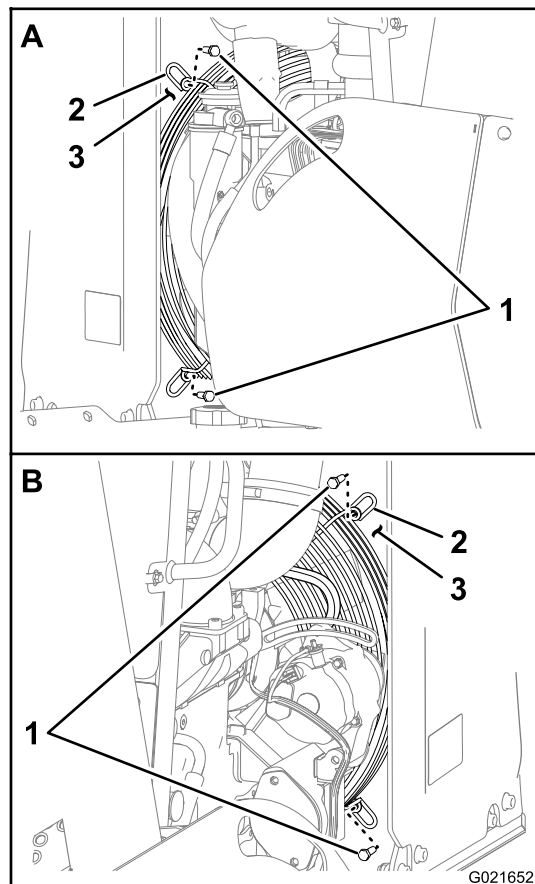

Рисунок 87
6. Отверните 4 винта крепления ограждения вентилятора к кожуху (Рисунок 87).
7. Поверните ограждение вентилятора по часовой стрелке вокруг приводного вала вентилятора, пока отверстие в ограждении не будет в положении «на 6 часов» (Рисунок 87).
8. Прикрепите ограждение вентилятора к его кожуху (Рисунок 87).